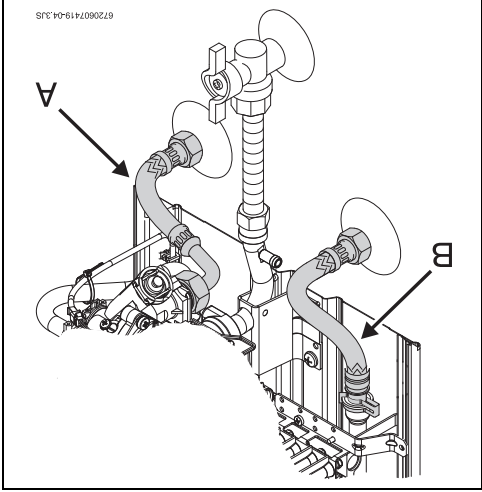

Fig. 10 Raccordement d'eau
► Identifier le tuyau d'eau froide (→ Fig. 10, [A]) et le tuyau d'eau chaude (→ Fig. 10, [B]), afin d'éviter l'éventualité d'une fautive connexion.